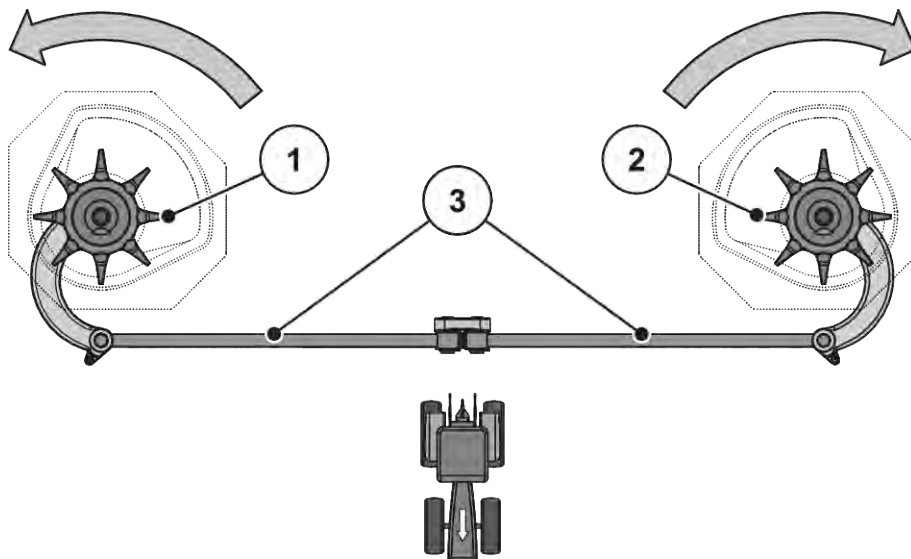

Fig. 60: Verificarea acționării agitatorului
► Rotiți cu mâna capul de amestecare **în sensul de rotație al discului aruncător**. A se vedea Fig. 60 Verificarea acționării agitatorului.
► Rotiți energic capul de amestecare cu mâna sau cu ajutorul unei benzi de filtru de ulei **în sensul contrar sensului de rotație al discului aruncător**. A se vedea Fig. 60 Verificarea acționării agitatorului